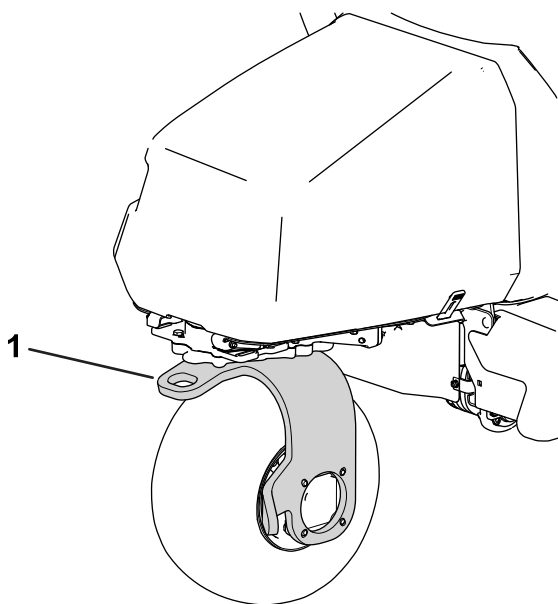

Figura 42
13. Utilice la horquilla de la rueda giratoria trasera para remolcar la máquina (Figura 42).